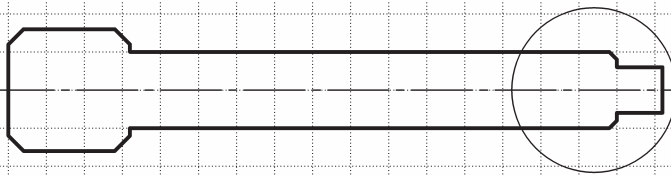

Abb. 4: Druckspindel (2), Druckscheibe (3)
- Druckscheibe (3) in Abb. 4 (Vorderansicht im Schnitt)
- Druckspindel (2) in Abb. 4 (Vorderansicht in Fertigungslage mit Teilschnitt)